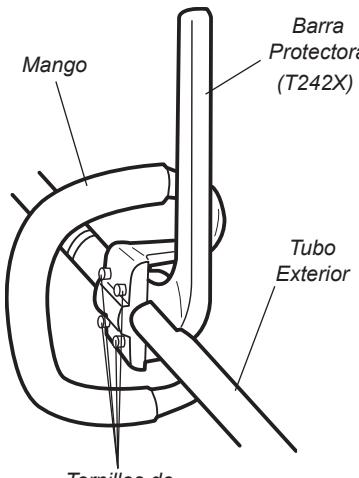

Figura 5A
1. La fábrica instala el mango en el tubo exterior y es posicionado verticalmente. Consulte la figura 5A.